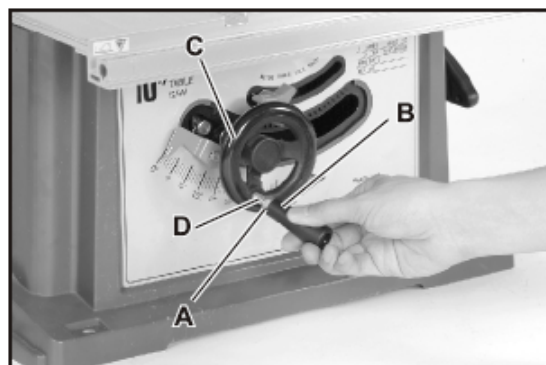

Fig 2.
1. Positionnez tout d'abord l'écrou (A de la Fig. 2) du bouton de réglage rapide. Il devra y avoir un millimètre entre le bouton de réglage rapide (B) et l'écrou.
2. Après réglage, montez l'écrou et le bouton de réglage rapide dans l'orifice taraudé (D) du volant (C), conformément à l'illustration.